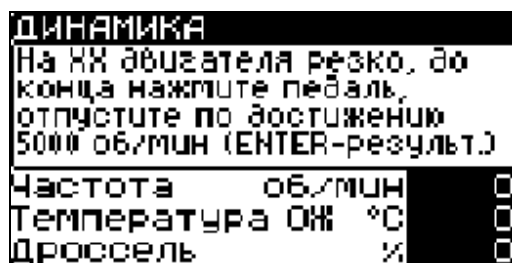

Рис. 28 Тест ДИНАМИКА ДВИГАТЕЛЯ
4.4.5.2 После установки параметров в меню тесты выберите требуемый тест, следуйте инструкциям, выветившимся на дисплее (рис. 28).